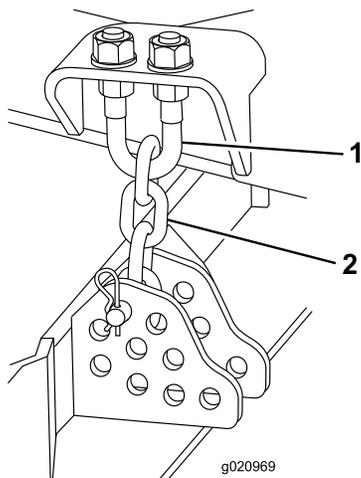

Figura 74
1. Allentate i controdadi sulla parte superiore o inferiore del bullone a U della catena dell'altezza di taglio (Figura 74).